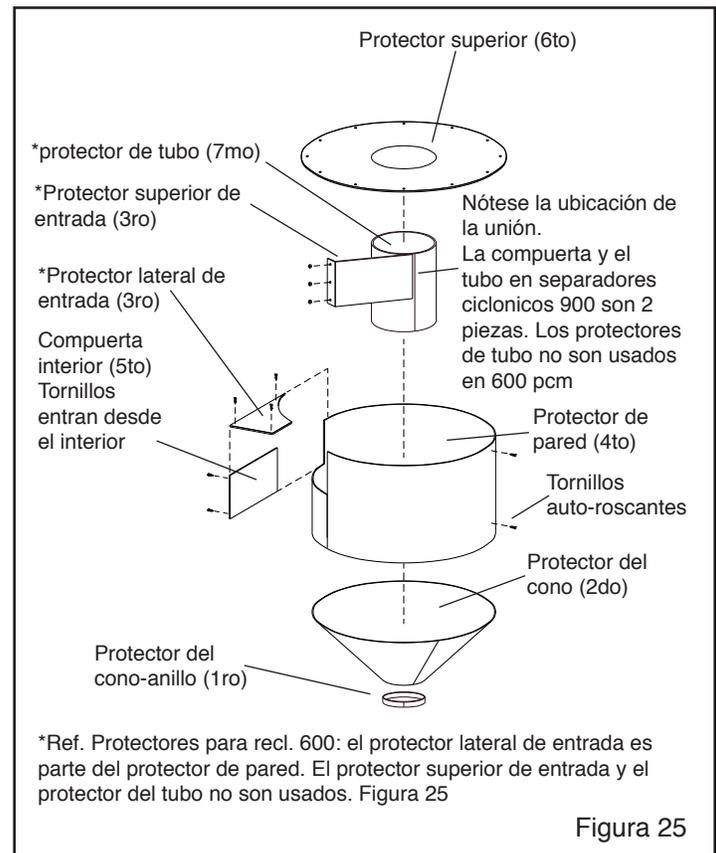

Figura 25
**7.9** Reemplazo o instalación en el campo de protectores opcionales de goma, Figura 25. El separador ciclónico debe estar diseñado para aceptar protectores y debe tener un tope removible. **7.9.1** Retire las mangueras flexibles de la entrada y salida del separador ciclónico.
**Notas de Instalación:** Los números en paréntesis (-) que se muestran en la Figura 25 y los párrafos aplicables, muestran el orden recomendado para instalación. Cuando se instalen los protectores, asegúrese de que las uniones estén alineadas. El ensamble final debe ser liso y sin protrusiones, bordes o espacios. Cualquier protuberancia causara variaciones en el flujo de aire, originándose desgaste y afectando la eficiencia en la limpieza del abrasivo.
**7.9.17** (7mo) Coloque el protector del tubo sobre el tubo interior, y use abrazaderas de gusano para sujeción temporal del protector al tubo. Nota: separador ciclónicoes de 600 pcm no tienen un protector de tubo. Alinéelo de manera que la unión este en el lado posterior de la compuerta, como se muestra en la figura 25. Asegúrese que el protector del tubo este ajustado contra el protector superior y luego fíjelo al fondo del tubo interior en 3 o 4 sitios. Retire las abrazaderas cuando el protector del tubo este asegurado.